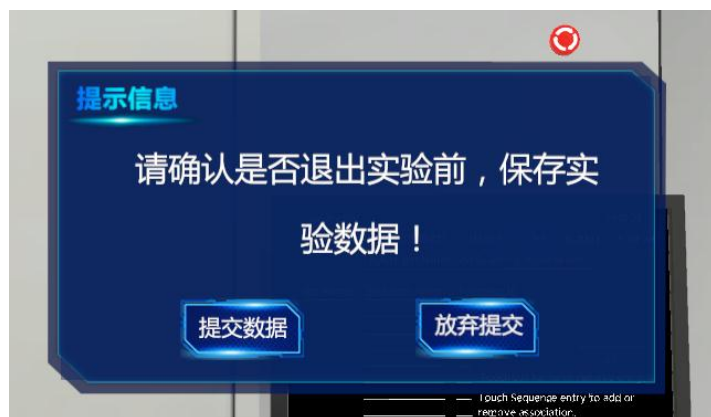

图 8-33 实验操作结束
14)实验操作结束。请继续进行其他实验项目。退出实验时，保存该实验数据记录，如图 8-33 所示。